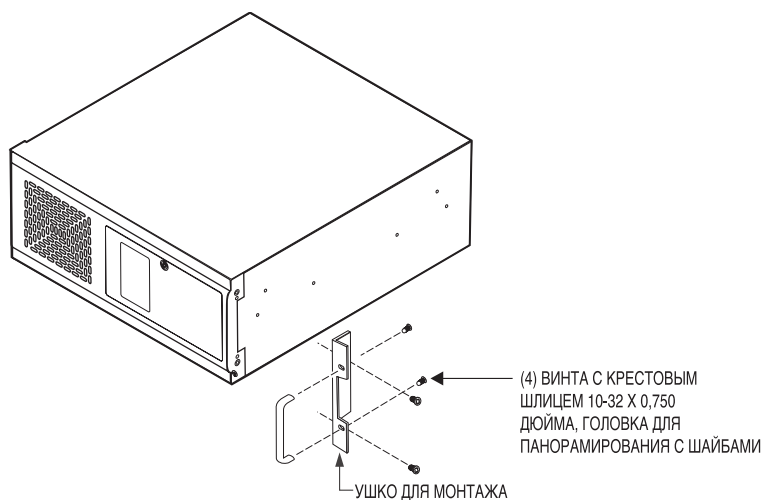

Рисунок 5. Установка монтажных ушек и ручек
2. Используя четыре приложенных винта с крестовым шлицем 10-32 x 0,5 дюйма, привинтите ручки к монтажным ушкам. См. Рисунок 5.